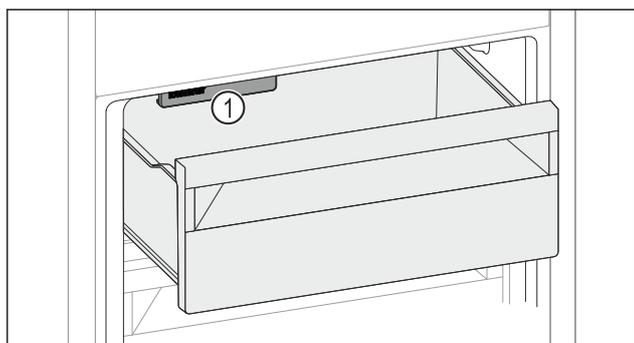

Fig. 65
- ▶ Tenez compte de l'IceMaker Fig. 65 [1].